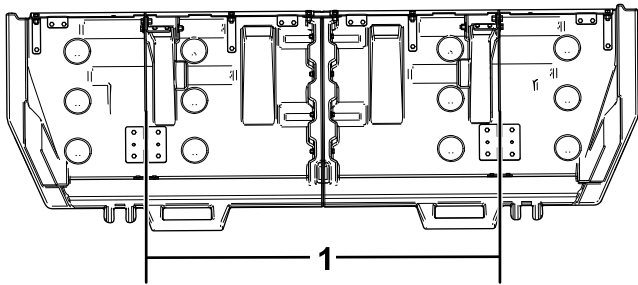

Figura 17
4. En la tapa, mida la distancia entre las guías (Figura 17).